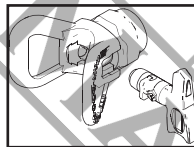

Fig. 18
3. Insert the spray tip. (Fig. 18)